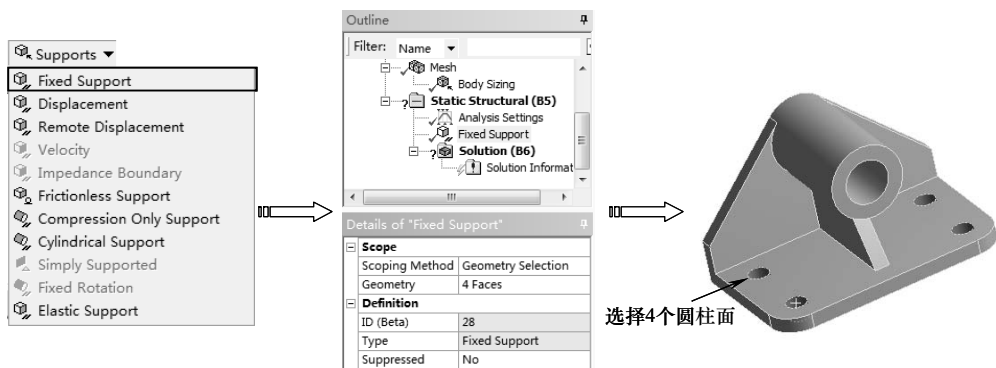

图 5-75 施加固定约束
2) 单击【Environment】工具栏上的【Supports】|【Fixed Support】命令，单击【图形】工具栏上的选择模式下的【Single Select (单选)】按钮，然后再单击【Face (选择面)】按钮，在【Details of “Fixed Support”】列表中单击【Scope】选项下的【Scoping Method】项，按住<Ctrl>键选择如图 5-75 所示的 4 个圆柱面，单击【Geometry】项中的【Apply】按钮完成，如图 5-75 所示。